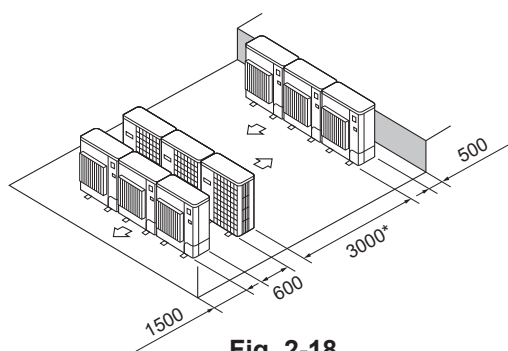

Fig. 2-18
- (6) Uppställning med flera parallella enheter (Fig. 2-18)